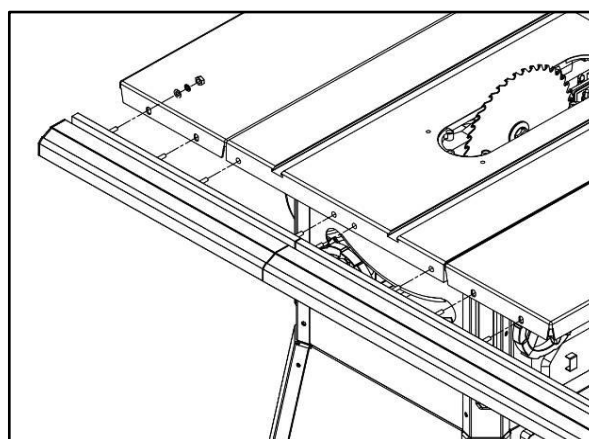

Рисунок 17
- Вставьте четыре болта М8×30 в Т-образный паз в правую переднюю направляющую (рис. 17).